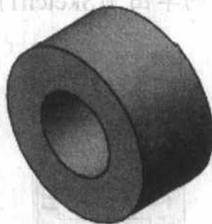

图 1.13 空心圆柱
(15) 单击标准视图工具栏上的上下二等角轴侧按钮，最终生成的零件如图 1.13 所示。